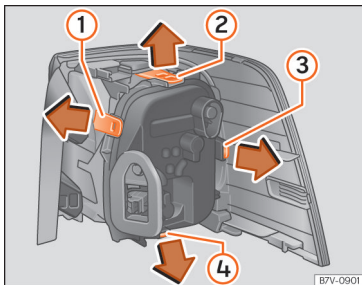

Abb. 71 Rückleuchte links in der Karosserie:
- Zum Entriegeln des Lampenhalters Verriegelungslaschen »» Abb. 71 ① bis ④ in Pfeilrichtung drücken.